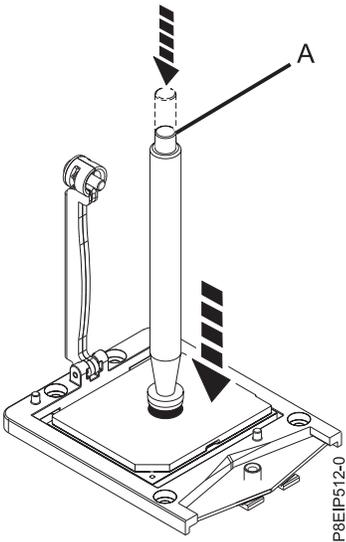

Figure 53. Abaissement de l'outil de retrait sur le module processeur système
7. Abaissez le stylet d'aspiration sur le module processeur système à installer. Appuyez à fond sur le haut du stylet (A) et maintenez le stylet au centre du module processeur comme indiqué dans la figure 53. Relâchez le haut du stylet pour fixer ce dernier sur le module processeur.